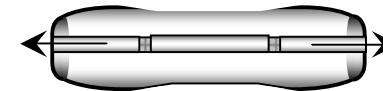

Рис. 4
- Сдвинуть и снять соединительные планки по боковым сторонам рециркулятора (рис.4).